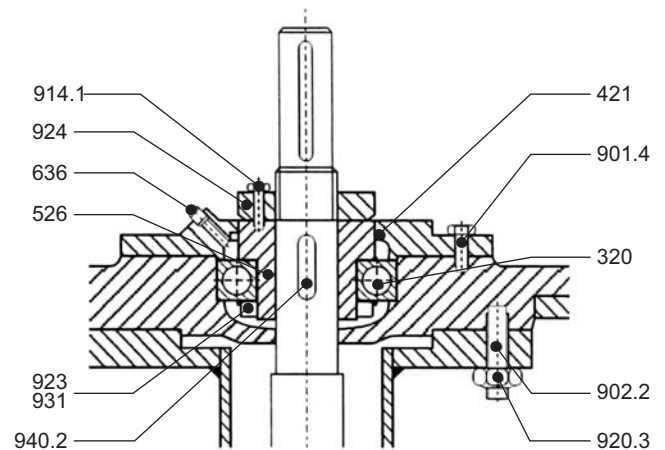

Fig. 15
01. A folga axial entre rotor (230) e a tampa de pressão (163) deve ser ajustada, utilizando-se a porca de ajuste (924). Para isto, apertar a porca até o rotor encostar na tampa de pressão (Vide fig. 15).